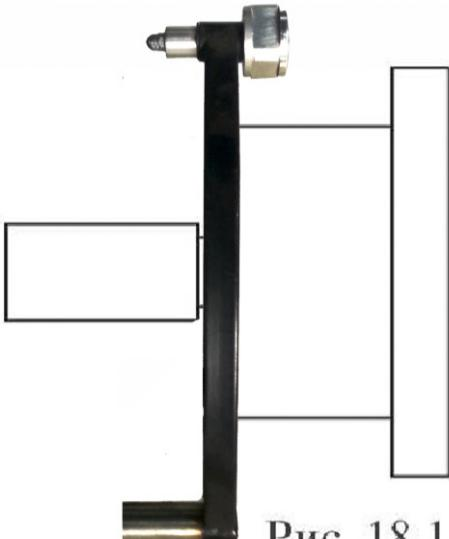
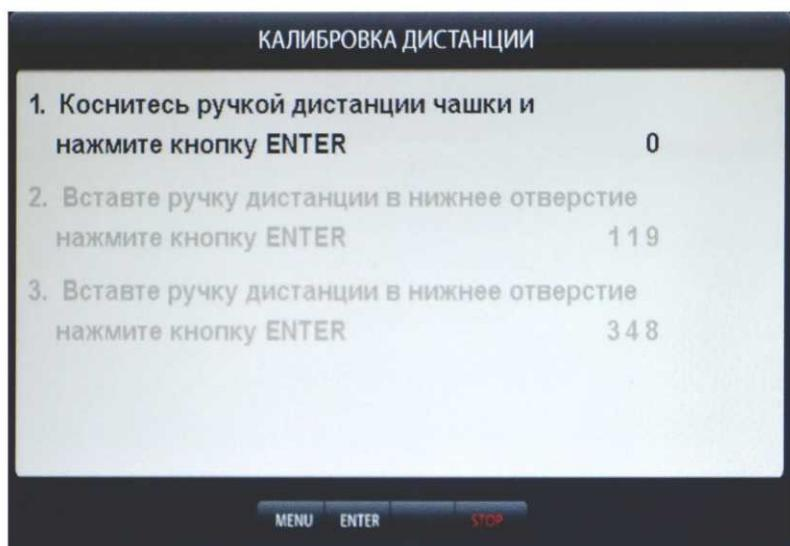

Рис. 18.1
рис.18.3
19.1.1. Калибровка тракта измерения дистанции. Для оценки погрешности устройства ввода дистанции выдвиньте штангу ввода параметров и уприте внешнюю боковую сторону её рукоятки в задний торец фланца вала, как показано на рис. 18.1. При этом на экране ввода геометрических параметров (см. рис.10.2) появится величина дистанции. Если величина
Нажмите кнопку «MENU», в открывшемся окне MENU выберите пункт «Калибровка», нажав соответствующую кнопку в верхнем ряду клавиатуры. Откроется окно КАЛИБРОВКА. Выберите п. 2 «Калибровка дистанции» нажав кнопку 2 в верхнем ряду клавиатуры, откроется окно КАЛИБРОВКА ДИСТАНЦИИ (рис.18.3). Выдвиньте штангу ввода параметров, уприте внешнюю боковую сторону её рукоятки в задний торец фланца вала, как показано на рис. 18.1 и нажмите кнопку «ENTER». В окне